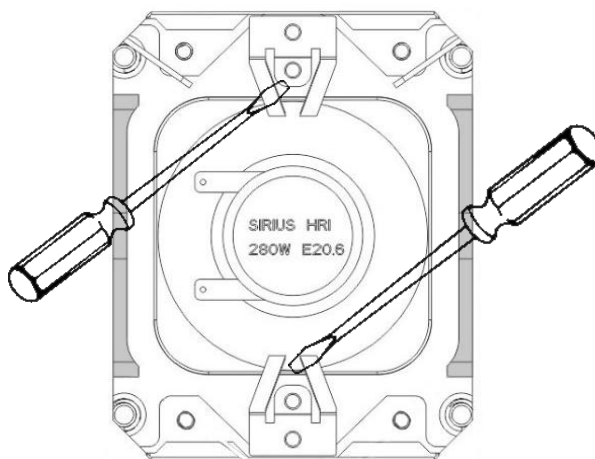

Figure 4 : Déplacez DOUCEMENT les attaches métalliques de la lampe
- Il n'est pas nécessaire de dévisser les vis pour retirer la lampe, déplacez simplement et DOUCEMENT les deux parties métalliques qui maintiennent la lampe en place. Tenez la lampe par sa douille pendant cette opération (Figure 4)